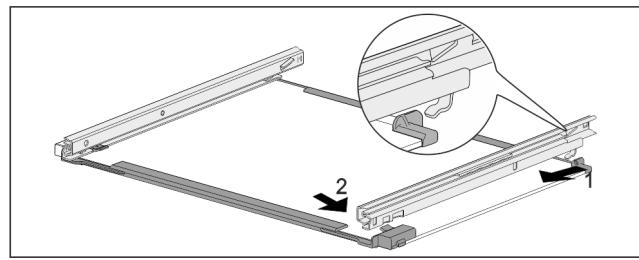

Fig. 82 Steklena plošča z vodili
- Vodilo obesite na kavelj na zadnji strani. Fig. 82 (1)
- Vodilo zaskočite na sprednji strani. Fig. 82 (2)